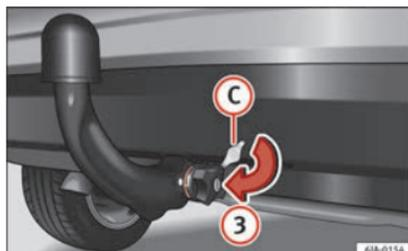

Fig. 199 Posizionamento del coperchio della serratura.
- Collocare il coperchio **C** nella serratura della manopola nel senso della freccia **3** » **fig. 199**.